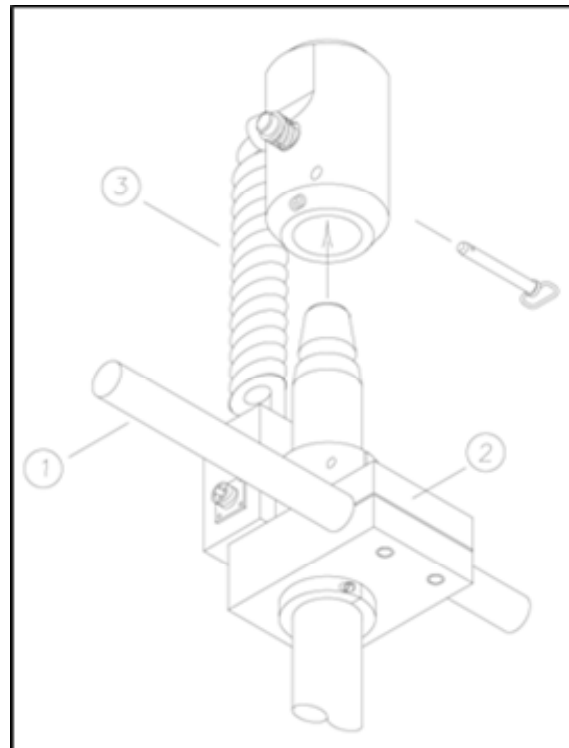

Figure 5 Support de tige radiale / bornier
Attacher le connecteur AMP sur la bobine noire au connecteur AMP sur le couplage de la barre de ligne. (3) (Figure 5)